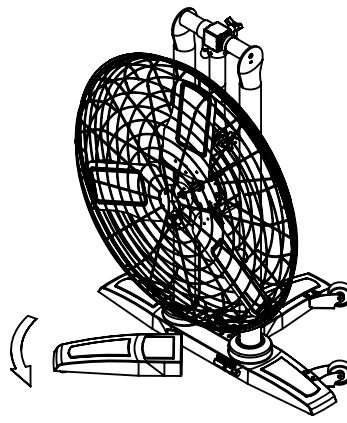

Figura 5
4. Vuelve a colocar el soporte posterior de base. Ver la Figura 5.